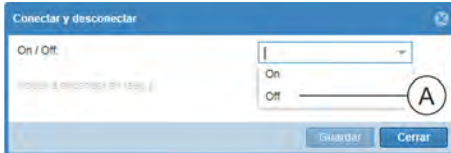

Fig. 102: Ventana "Conectar y desconectar"
4. En la ventana "Conectar y desconectar", seleccione en el menú de selección "On/Off" la opción "Off" (para desconectar) o la opción "On" (para conectar) (Fig. 102/A).